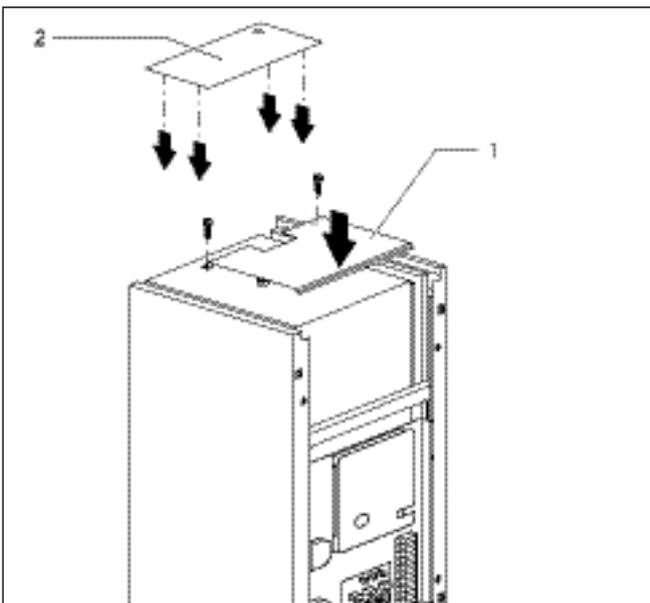
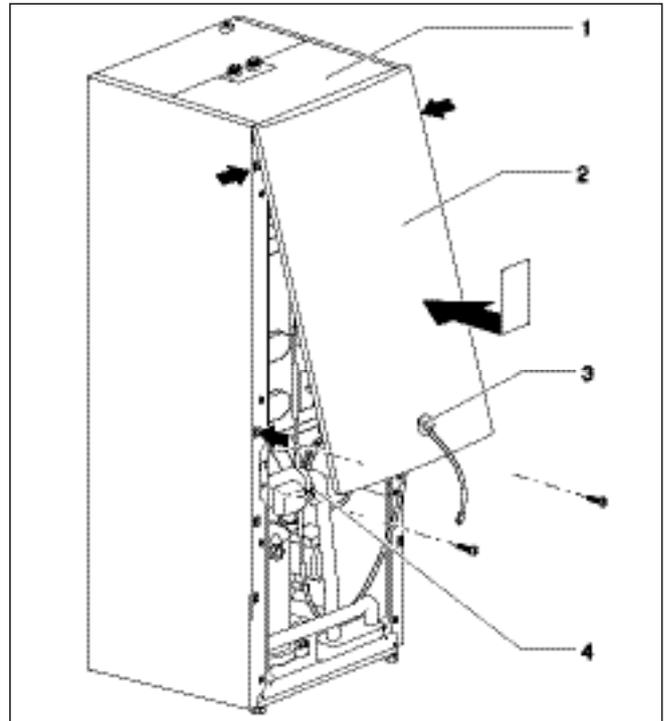

Fig. 6.21 Montage des pièces d'habillage supérieures
Fig. 6.22 Montage de l'habillage de protection avant
- Posez l'habillage supérieur avant (fig. 6.21, pos. 1) sur la pompe à chaleur et fixez le à l'aide de deux vis.
- Introduisez les clips de l'habillage supérieur arrière (fig. 6.21, pos. 2) dans les ouvertures des habillages latéraux et appuyez jusqu'à ce que vous entendiez un bruit d'enclenchement.
- Faites passer le câble du connecteur de raccordement de la console de commande à travers l'orifice de la protection supérieure avant (fig. 6.22, pos. 3). Si vous avez opté pour un vrnetDIALOG, faites également passer son connecteur de raccordement (pos. 4) alimentation en tension : 230 V) par le même orifice (2).
- Accrochez la protection supérieure avant à la protection supérieure (fig. 6.22, pos. 1) et emboîtez-la dans les clips du châssis. Fixez l'habillage à l'aide de deux vis, comme l'indique la Fig. 6.21.